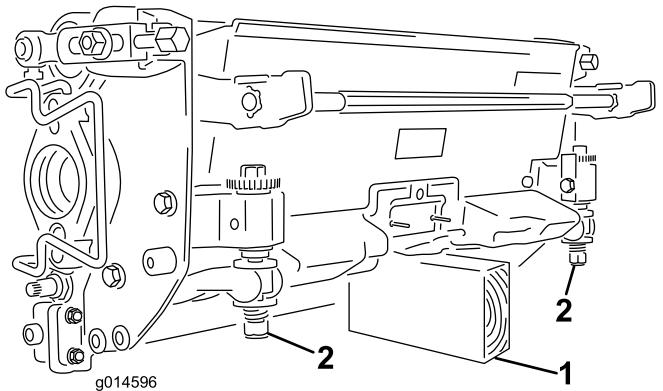

図 27
**重要** ベッドナイフやリールを見るためにカッティングユニットを立てる場合には、ベッドバー調整ねじのナットが床面に接触しないように、カッティングユニットの後ろ側をスタンドなどで支えてください図27。